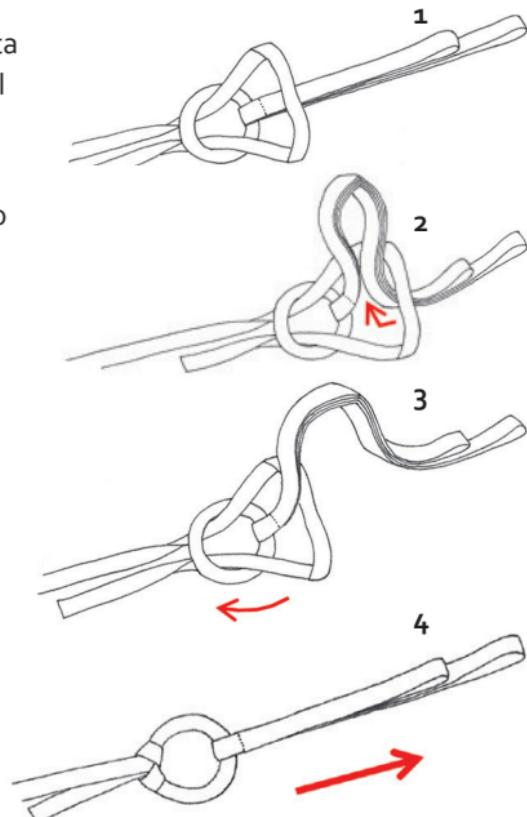

Fig. 14
- Inserire il nastro rimanente doppio e condurlo attraverso l'anello dell'assistenza per la trazione (Fig. 14, 1).
- Procedere con raffigurato in Fig. 14, 2–4.